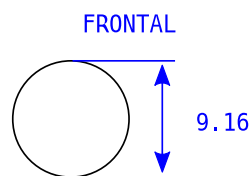

Figura 7: Datos de la esfera
- Dada la esfera de la figura 7, calcular la fórmula del volumen en función de su diámetro.